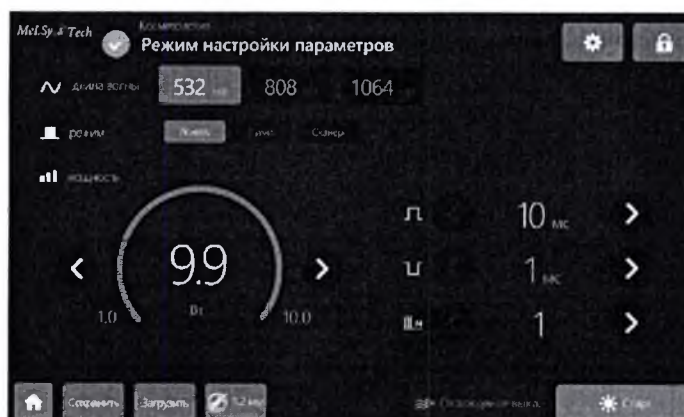

Рис. 3.36 – Основное меню программы для длины волны 532 нм
3.7.2.3 Для режима 532 нм доступны (рис. 3.36).